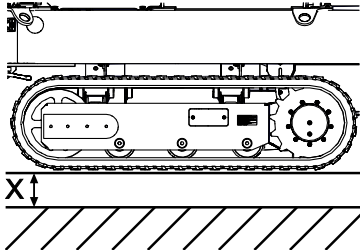

Abb. 98
3. Maschine mittels Stützen so weit anheben, bis das Kettenfahrwerk ca. 20mm Abstand zum Boden hat (Abb.98/X).